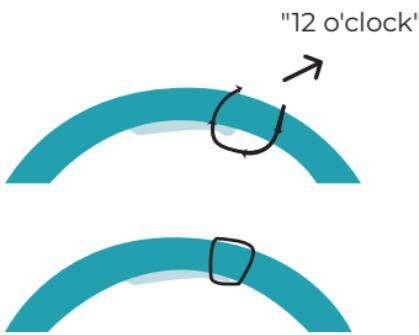

Fig 2. EndoArt® suturering
23. Suturer implantatet (enkelt sutur, ikke-absorberbar, præcis klokken 12 vinkelret på midten, i henhold til fig. 2). Den vinkelrette orientering af suturen er vigtig for at forhindre decentrering. Suturen fjernes tidligst 12 uger efter den åbenlyse tilhæftning. Anbefales fjernet inden 6 måneder efter god vedhæftning.